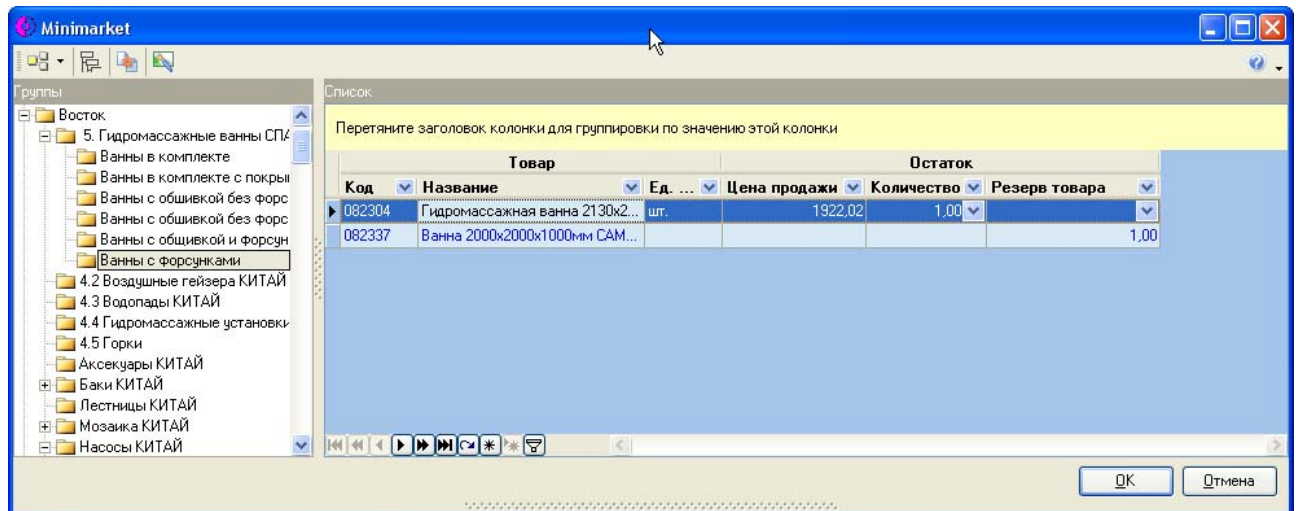

Рис. 12.6
**Добавить** - открывает список товаров в режиме «Каталог». Информация, которая отображается в данном диалоге, зависит от типа документа. Например, для документов списания - это оперативный остаток (Рис.12.6).